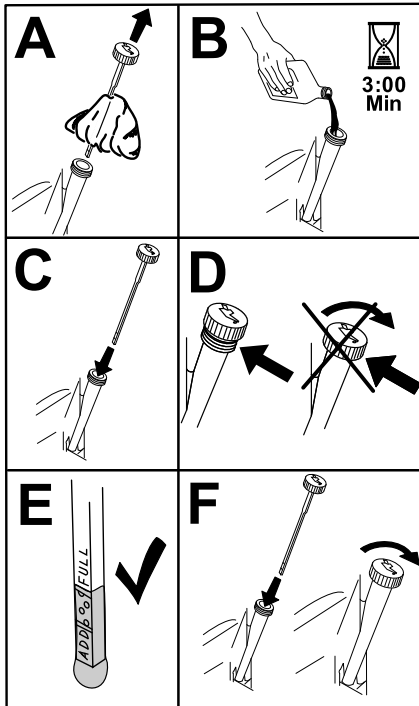

Figura 34
- Vierta lentamente un 80 % aproximadamente del aceite especificado por el tubo de llenado, luego añada lentamente el resto del aceite hasta que llegue a la marca de **Lleno** (Figura 34).